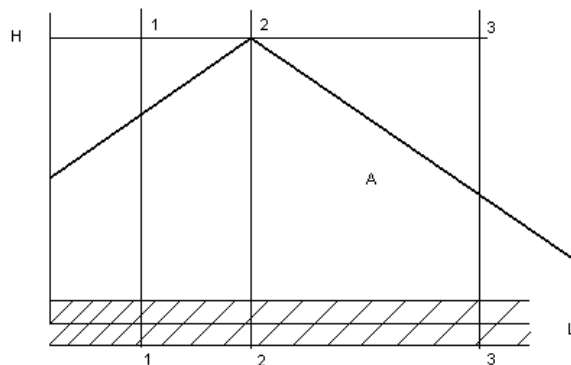

Рис. 1.
5. В каком сечении трубопровода А (рис.1) скорость больше?